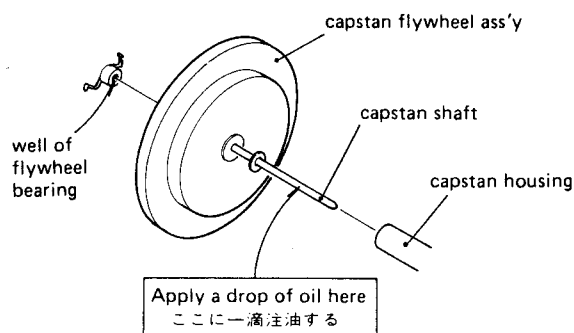

Fig. 4-11
- Connect a wow and flutter meter to the deck as shown in Fig. 4-11.
- Fig.4-11のようにワウ・フラッタ・メータをデッキに接続する。